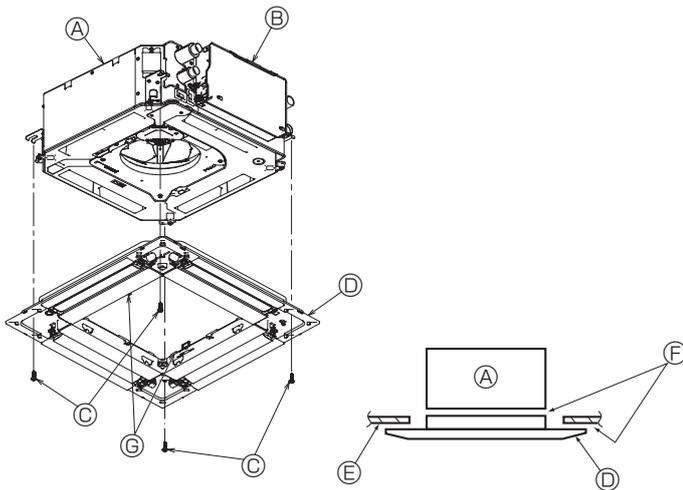

Fig. 6-7
- Das Gitter durch Festziehen der vier Schrauben sichern. (Fig. 6-7)